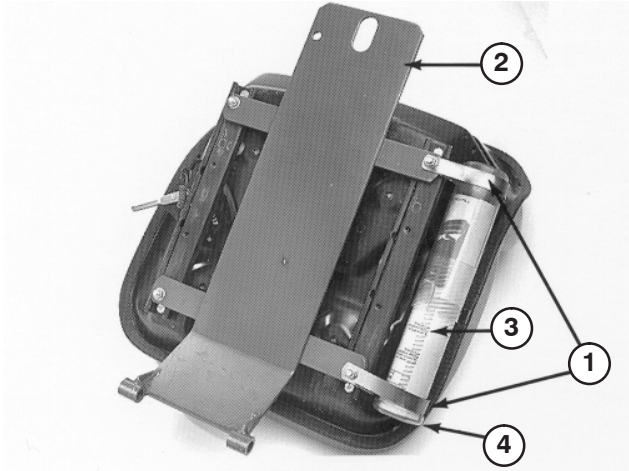

Bild 7
1. Befestigen Sie die beiden R-Schellen lose mit zwei Kopfschrauben und Flachscheiben (liegen dem Sitz bei) an der rechten Sitzunterseite (Bild 7). Setzen Sie das Rohr für die Bedienungsanleitung in die R-Schellen ein und ziehen Sie die Klemmmuttern fest (Bild 7).